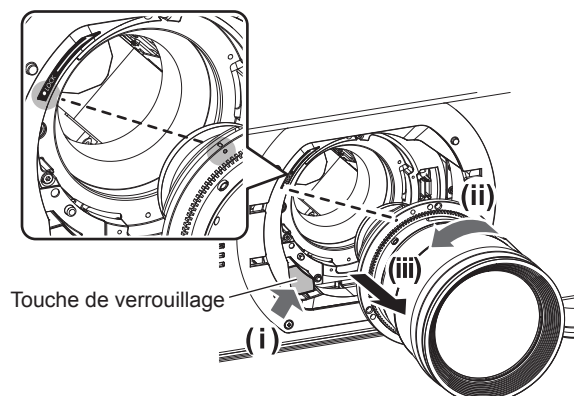

Fig. 1
3) Tout en appuyant sur la touche de verrouillage, retirez l'objectif de projection en le faisant pivoter dans le sens inverse des aiguilles d'une montre. (Fig. 1)